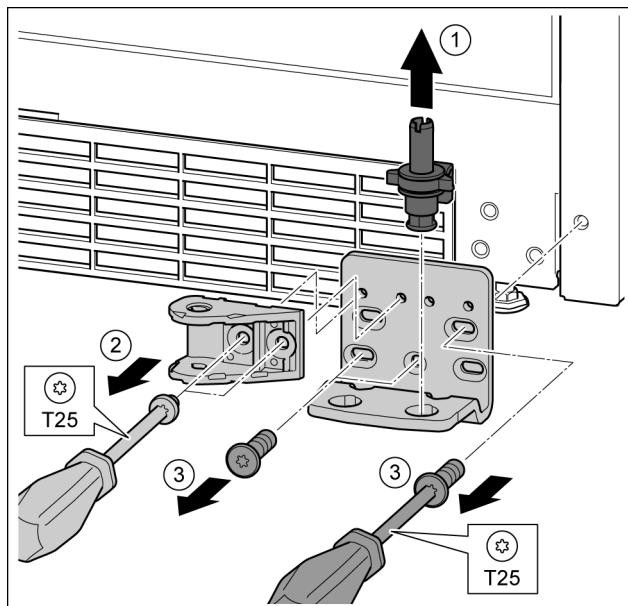

Fig. 30
- ▶ 将轴承螺栓完全向上拉出。Fig. 30 (1)
- ▶ 用 T25 螺丝刀将螺钉旋开并取下关门阻尼器连接装置。Fig. 30 (2)
- ▶ 用 T25 螺丝刀将螺钉旋开并取下托架 Fig. 30 (3)